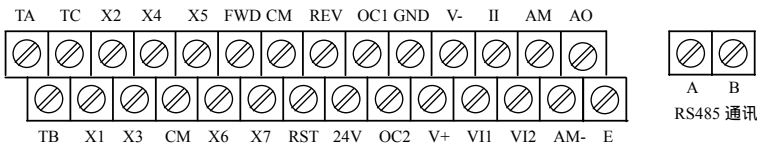

图 2-30 控制回路端子图
(2) 15KW 以上机型的控制回路端子如图 2-30 所示